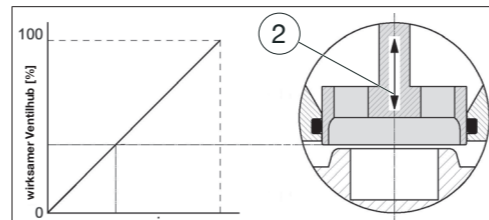

Abb. 5: Lineare Kennlinie der Reguliereinheit
Das kombinierte Regel- und Regulierventil „Cocon QTZ“ von Oventrop hat die Funktion eines Durchflussreglers, der den Differenzdruck ($p_1 - p_2$) durch die integrierte Membran-Einheit (1a) auf einem konstanten Wert hält. Dabei werden sowohl die Reguliereinheit (2) als auch die auf einen maximalen Durchflusswert einstellbare Sollwerteneinheit (1b) (gemäß Handrad-Einstellung) vor externen Druckschwankungen ($p_1 - p_3$) geschützt. Diese können z.B. durch das Zu- oder Abschalten von Anlagenteilen entstehen. Das „Cocon QTZ“ kann einen Stellantrieb aufnehmen, der die Reguliereinheit (2) betätigt. Diese besitzt eine annähernd lineare Kennlinie (siehe Abb. 5). Mit Hilfe von Stellantrieben und Raumthermostaten können z.B. Raumtemperaturen geregelt werden. Der maximale Volumenstrom (Vollast) wird hierbei durch die Voreinstellung am Handrad gewählt. Der Teillastbetrieb wird durch den Stellantriebhub vorgegeben. Die Ventilautorität des „QTZ“-Ventils beträgt innerhalb des wirksamen Ventilhubes 100 % ($a = 1$). Dies gilt auch für den Teillastbetrieb bei stetiger Regelung, z.B. in Kombination mit 0-10 V Stellantrieben.